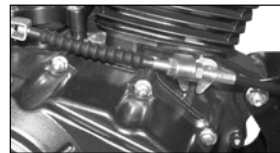

Imagen 21. Tuercas de ajuste.
5. Utilizar las tuercas del embrague ubicadas en la parte superior del motor (ver imagen 21).